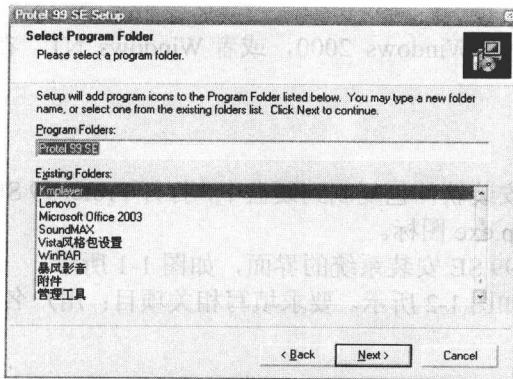

图 1-5 选择程序文件夹对话框
⑤ 单击 Next 按钮进入下一步，弹出选择放置程序文件夹对话框，通常可以安装到 C 盘的 Program 文件夹，如图 1-5 所示。